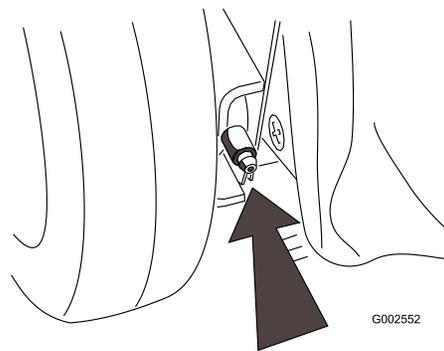

Figura 21
2. Tergete i raccordi d'ingrassaggio con un panno pulito (Figura 21).